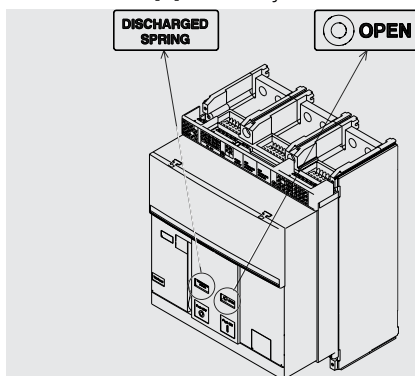

Figure 42
1. Contrôler que le disjoncteur soit ouvert (indicateur ouvert/fermé "O - OPEN"), et contrôler que les ressorts sont débandés (indicateur ressorts "blanc - DISCHARGED SPRING") comme indiqué dans la Figure 42.